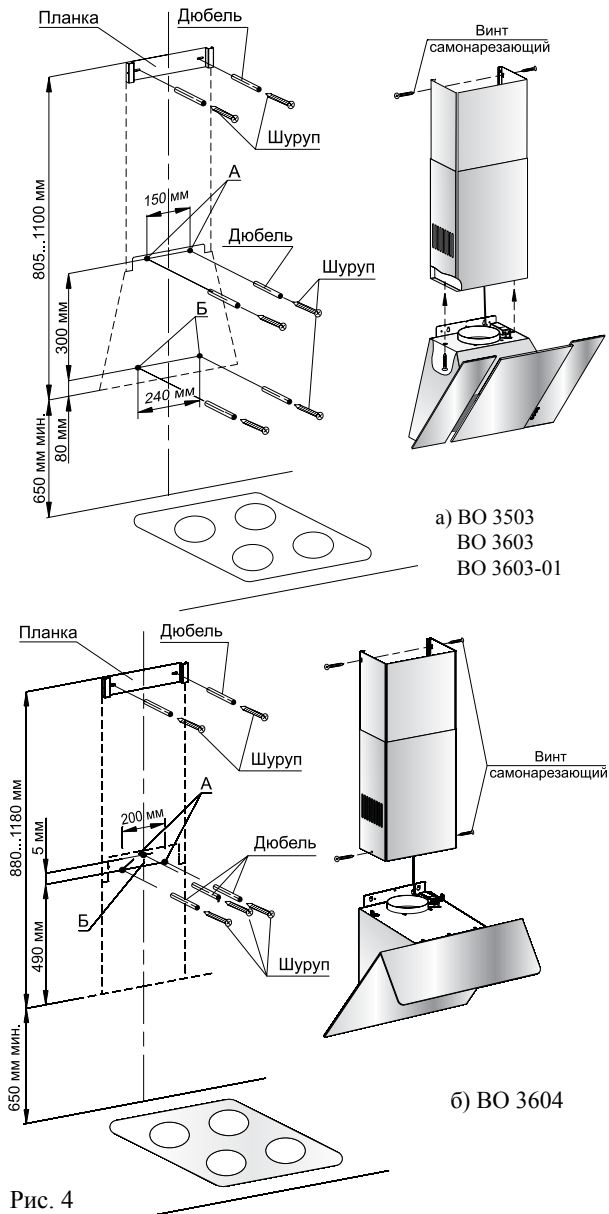

Рис. 4
ВНИМАНИЕ! МИНИМАЛЬНОЕ РАССТОЯНИЕ МЕЖДУ ПЛОСКОСТЬЮ УСТАНОВКИ ПОСУДЫ НА ПЛИТУ (НАГРЕВАТЕЛЬНАЯ ПОВЕРХНОСТЬ) И ВОЗДУХООЧИСТИТЕЛЕМ ДОЛЖНО БЫТЬ 65 см – ВО 3503, ВО 3603, ВО 3604; 75 см – ВО 3606. ВОЗДУХООЧИСТИТЕЛЬ КРЕПИТЬ НА РОВНУЮ ПОВЕРХНОСТЬ (РИС. 4).
- 6.3 С учетом установочной высоты и центральной линии разметьте на стене отверстия (А и Б) (рис.4).
- 6.4 Просверлите отверстия диаметром 8 мм: А на глубину 70 мм, Б на глубину 50 мм, рис.4.
- 6.5 В отверстия вставьте дюбели согласно рис.4. и по отверстиям А заверните не до упора два шурупа, на которые навесьте воздухоочиститель со снятыми фильтрами.
Рис. 4 в)